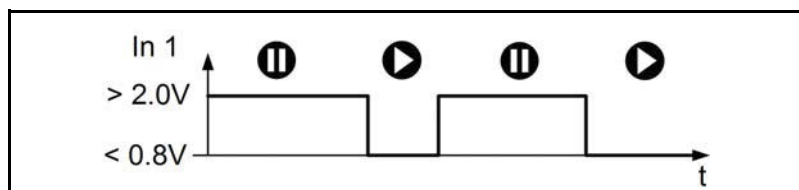

Fig. 63: Control de nivel de arranque / parada
- ➔ La bomba arranca el proceso de trasiego cuando el nivel está por debajo de 0,8V y se para cuando el nivel está por encima de 2,0V (véase la Fig. 63).